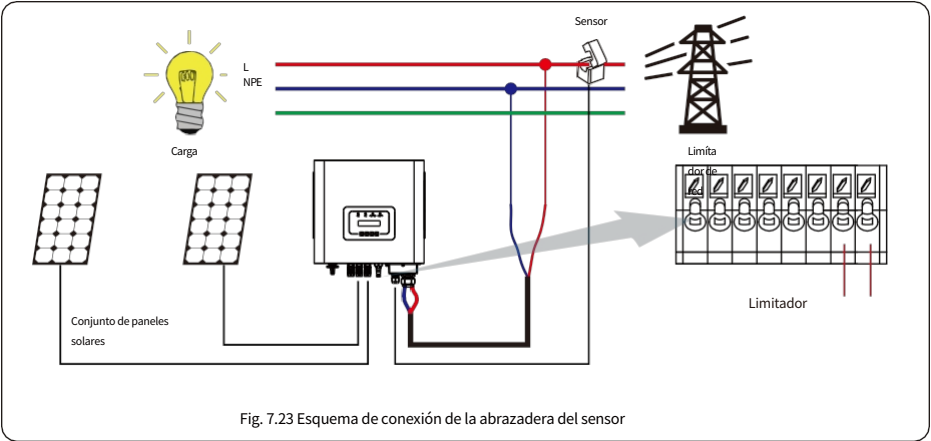

Fig. 7.23 Esquema de conexión de la abrazadera del sensor
Si está leyendo esto, suponemos que ha completado la conexión según los requisitos del capítulo 5. Si en este momento tiene el inversor en funcionamiento y desea utilizar la función de limitador, apague los interruptores de CA y CC del inversor y espere 5 minutos hasta que el inversor se haya descargado por completo. A continuación, conecte el sensor de corriente a la interfaz del limitador del inversor. Asegúrese de que las conexiones sean fiables y de que el sensor de corriente se sujete al cable con tensión de la línea de entrada. Para facilitarle el uso de la función limitadora integrada en el inversor, le proporcionamos específicamente el esquema de cableado, tal y como se muestra en la imagen 7.23: las líneas rojas se conectan a la línea de fase (L) de la red eléctrica, la línea azul indica la línea neutra (N) y la línea amarilla-verde indica el cable de tierra (PE). Recomendamos instalar un interruptor de CA entre la salida del inversor y la red eléctrica; las especificaciones del interruptor de CA se determinan en función de la capacidad de carga. El interruptor de CA que recomendamos conectar a la salida del inversor se puede consultar en la Tabla 5.1. Si el inversor que ha adquirido no dispone de un interruptor de CC integrado, le recomendamos que conecte un interruptor de CC. La tensión y la corriente del interruptor dependen del generador fotovoltaico al que se conecta.